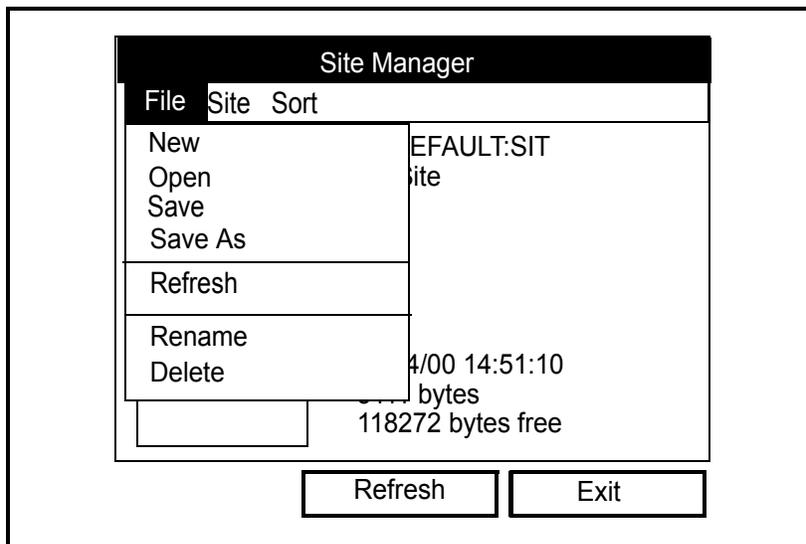

Рис. 4-3. Меню Site Manager (Диспетчер объекта)
1. В окне *Site Manager* (Диспетчер объекта) нажмите [MENU] (МЕНЮ) и затем [ENTER] (ВВОД). Появится окно, подобное показанному на рис. 4-3 ниже.
- В окне *Site Manager* (Диспетчер объекта) (см. Рис. 4-3 на стр. 4-3) нажмите [MENU] (МЕНЮ) для открытия меню *File* (Файл). Затем с помощью прокрутки выберите пункт *Save* (Сохранить) и нажмите [ENTER] (ВВОД).